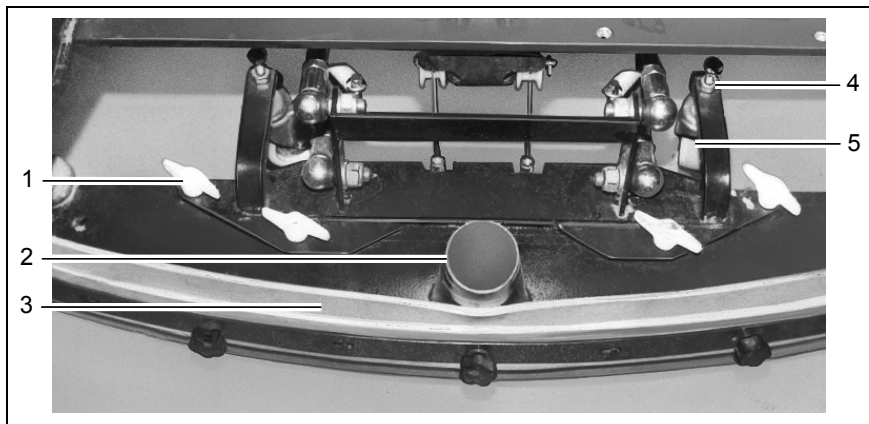

Abb. 8
5. Saugfuß von hinten unter die abgesenkte Aushebung schieben und mit den vier Flügelmutter (Abb. 8/1) daran befestigen.
6. Saugschlauch auf den Anschlussstutzen (Abb. 8/2) des Saugfußes aufstecken.
Der Saugfuß ist entsprechend den Einsatzgegebenheiten auf einer ebenen Fläche einzustellen. Der Saugfuß muss senkrecht auf dem Boden aufstehen (werkseitig eingestellt). Die Dichtleiste (Abb. 8/3) soll beim Betrieb der Maschine leicht nach hinten gebogen sein. Die Begrenzung nach unten erfolgt durch die Stützrollen (Abb. 8/5). Zur Erhöhung der Saugfußauflage ist eine Einstellung an diesen Stützrollen erforderlich:
- Die Kontermutter (Abb. 8/4) lösen und Stützrollen links und rechts gleichmäßig höher einstellen (Schraube links drehen, dann wieder kontern).